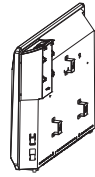

Рис. 4
- достать лист инструкции по установке (А) из коробки и приложить к стене, на место, куда будет установлен прибор. (рис. 4);